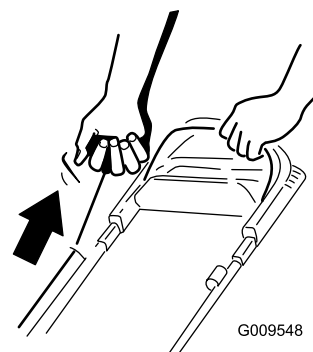
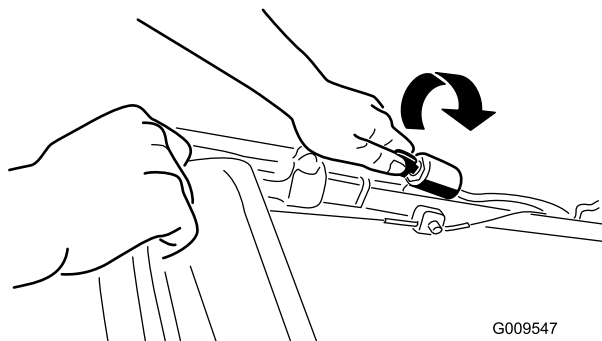

Рисунок 15
Рисунок 14
2. Поверните ключ зажигания (Рисунок 14) (только для модели с электрическим запуском) или потяните за ручку механического стартера (Рисунок 15).
Примечание: Слегка потяните за ручку стартера без усилия до тех пор, пока не почувствуете сопротивление, после чего резко дерните ее (Рисунок 15). Дайте тросу медленно вернуться в ручку.